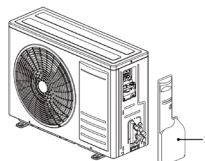

fig. 23 -
1. Scoateți panoul lateral (1 - "fig. 23 -").